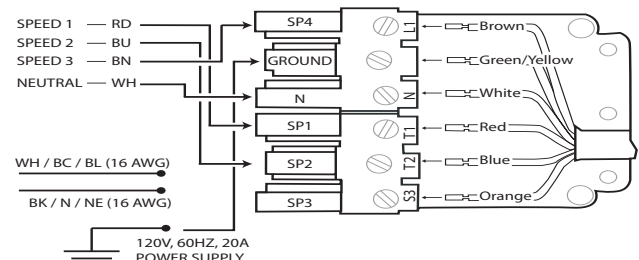

Figura 14: Cableado de la campana con un ventilador en línea
8. Conecte el ventilador a distancia con los cables del conector en espiral, como se muestra en la *Figura 14*. Conecte el cable verde (toma de tierra) del ventilador al tornillo de toma de tierra de la caja de conexiones.